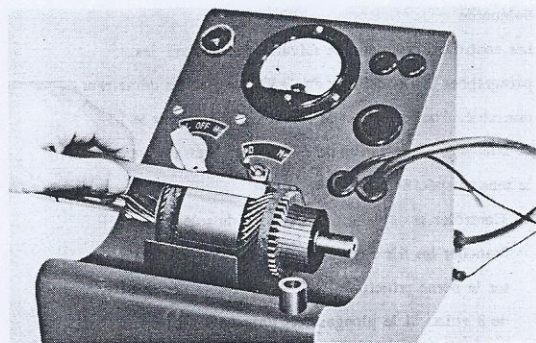

Fig. 6-11 Contrôle de la présence de courts-circuits dans l'induit.
6. Contrôler la présence de court-circuit intérieur dans l'enroulement d'induit en plaçant l'induit sur le ronfleur et en tenant une lame de scie à métaux sur le noyau d'induit. Si la lame de scie vibre lorsqu'on fait tourner l'induit, il y a un court-circuit dans l'enroulement d'induit. Remplacer ou réparer l'induit. (Voir Fig. 6-11).